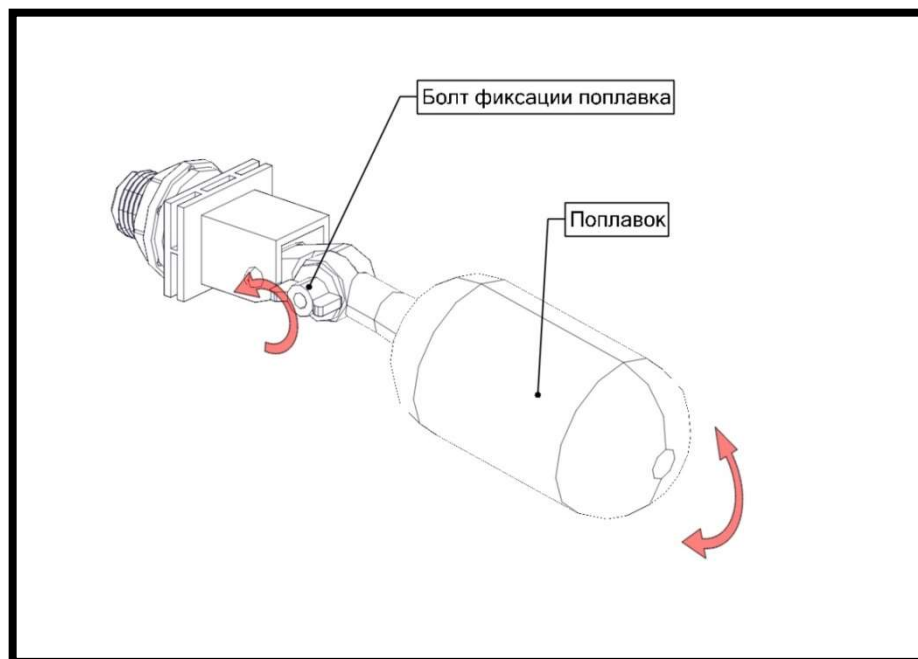

Рис. 4
- 4) Выставьте поплавков клапана на необходимый уровень воды, ослабив болт фиксации поплавка, как показано на рис. 4.